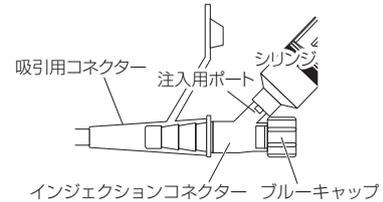

図5
4. 吸引用コネクターにインジェクションコネクターをしっかりと接続する（図5）。
5. ブルーキャップを締めた（時計方向）状態で、注入用ポートからシリンジによりガイドワイヤー挿入用潤滑液を注入する。ガイドワイヤー挿入用潤滑液がイレウスチューブの先端から出るまで十分に注入する（図5）。